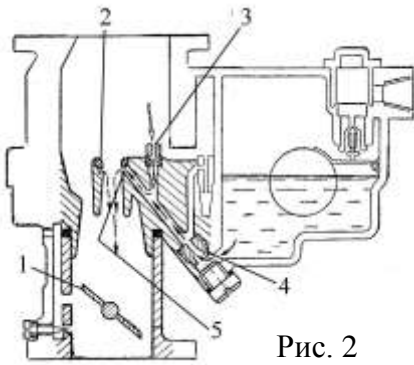

Рис. 2
* Головної дозуючої системи (рис. 2).